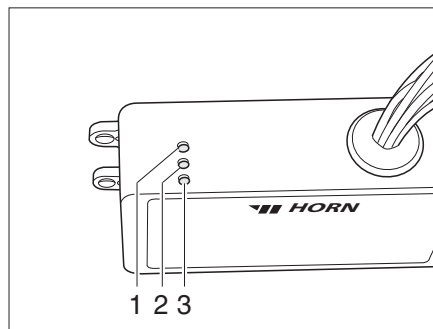

Fig. 218 Régulateur
Le régulateur (Fig. 218) est monté dans la penderie. Les voyants de contrôle qui se trouvent sur le régulateur ont la signification suivante :
- Le voyant de contrôle (Fig. 218,2) s'allume en vert : Régulateur en marche.
- Le voyant de contrôle (Fig. 218,1) s'allume en rouge : Le réservoir d'eaux usées est chauffé.
- Le voyant de contrôle (Fig. 218,3) s'allume en rouge : Les conduites des eaux usées sont chauffées.